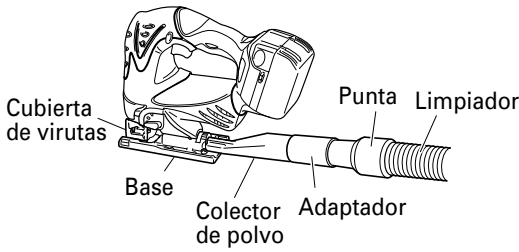

Fig. 23
- (3) Fije la cubierta de virutas.
- (4) Conecte el colector para polvo con el adaptador. (Fig. 23)
- (5) Conecte el adaptador con la punta del limpiador. (Fig. 23)